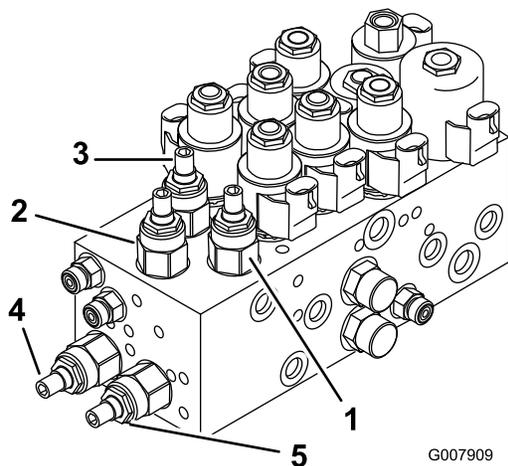
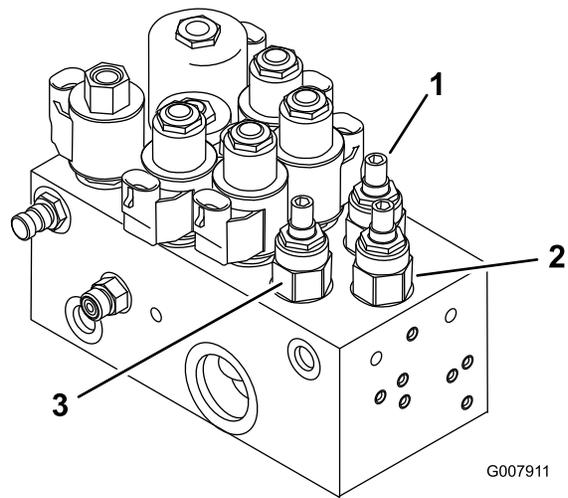

Figura 87
Figura 88
1. Accedete alla valvole sul collettore di sollevamento per regolare la(e) unità di taglio prevista(e) (Vedi tabella, Figura 87 e Figura 88).